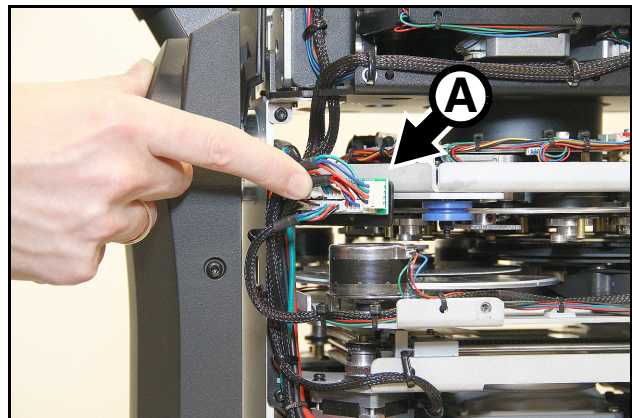

Bild 22: Verbindungs-PCB A
3. Siehe Bild 22. Kippen Sie den Kopf so, dass Sie die Verbindungs-PCB A auf der linken Seite neben dem Effektmodul sehen.